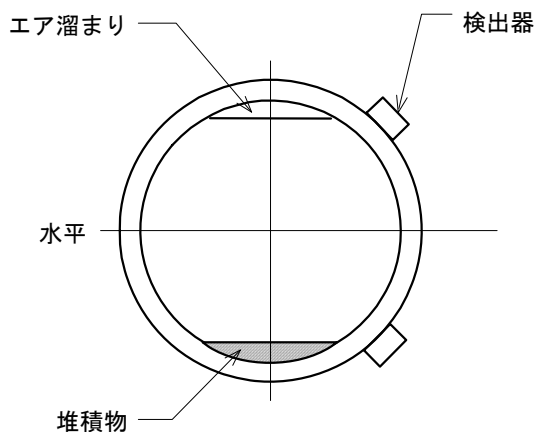

図 2-1 ; 検出器の取付位置
- 4) 図2-1、図2-2に示すように、測定管の真上および真下にはエア溜まり又は堆積物がある場合がありますので、このような場所を避けた位置を選んでください。また、フランジあるいは溶接部といった接合部を避け、極力外面の平滑なところを選んでください。